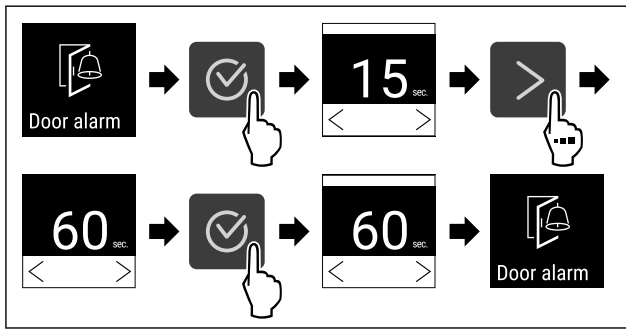

Fig. 117
- ▶ Εκτελέστε τα βήματα ενεργειών (βλέπε Fig. 117) .